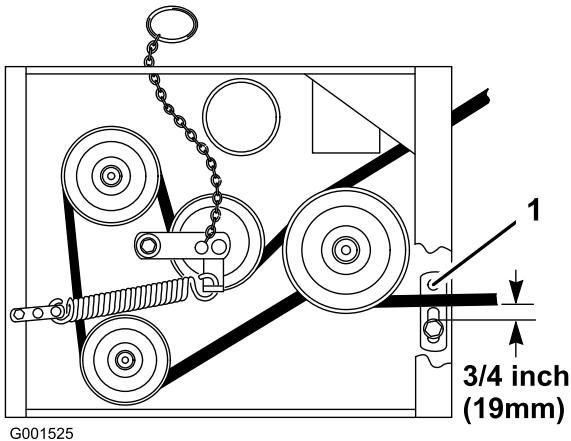

Figure 56
8. Vérifiez que le guide de courroie sous le bâti du moteur est réglé correctement (Figure 56).
- Remarque:** Le guide de courroie et la courroie du tablier de coupe doivent être espacés de 19 mm (3/4 po) quand la courroie est engagée (Figure 56). Réglez la courroie du tablier de coupe au besoin. La courroie désengagée ne doit pas traîner ni tomber de la poulie quand les guides et la tension de la courroie sont réglés correctement.